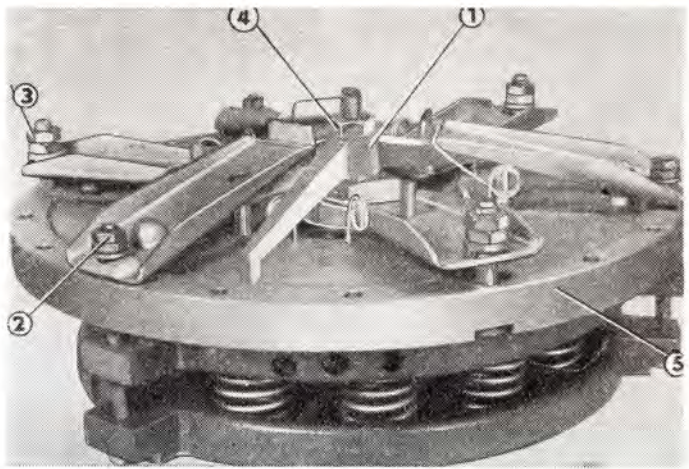

Abb. 53
1. Die Lage der Kupplungsabdeckung ist mittels einer Montage-Vorrichtung (Abb. 53/1) zu sichern.
2. Sechs Muttern M 10 (Abb. 53/2) der Fahrtaus-rückhebel sind abzuschrauben und die Schrauben abzunehmen.
3. Sechs Muttern M 10 (Abb. 53/3) sind von den Schrauben der Fahrtausrückhebel des Hilfsantrie-
- Die Mutter M 14 (Abb. 53/4) ist vom Gewindebolzen abzuschrauben und der Dreifuss abziehen. Dadurch wird die Kupplungsabdeckung gelockert (Abb. 53/5). Nach Abnahme der Abdeckung kann die Kupplung demontiert werden.